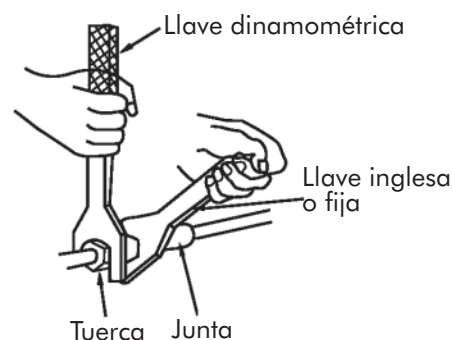

Fig. 7
2. Apriete las tuercas tal y como indica la figura de la derecha (Fig. 7).